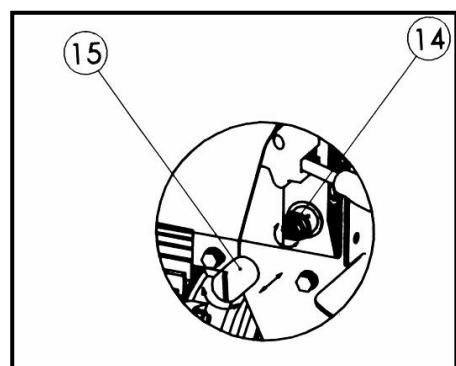

Fig. 5
PARAFUSO DE LIMITE (14) NA FIG. 5
Um reajuste não autorizado poderá causar uma pressão de rachar insuficiente disponibilizada pela bomba hidráulica ou RESULTAR EM GRAVES FERIMENTOS, COMO TAMBÉM DANOS NA MÁQUINA. O parafuso de limite da pressão máx. está protegido por uma tampa de plástico (15) tal como ilustrado na Fig. 5 e never deve ser solto ou ajustado.